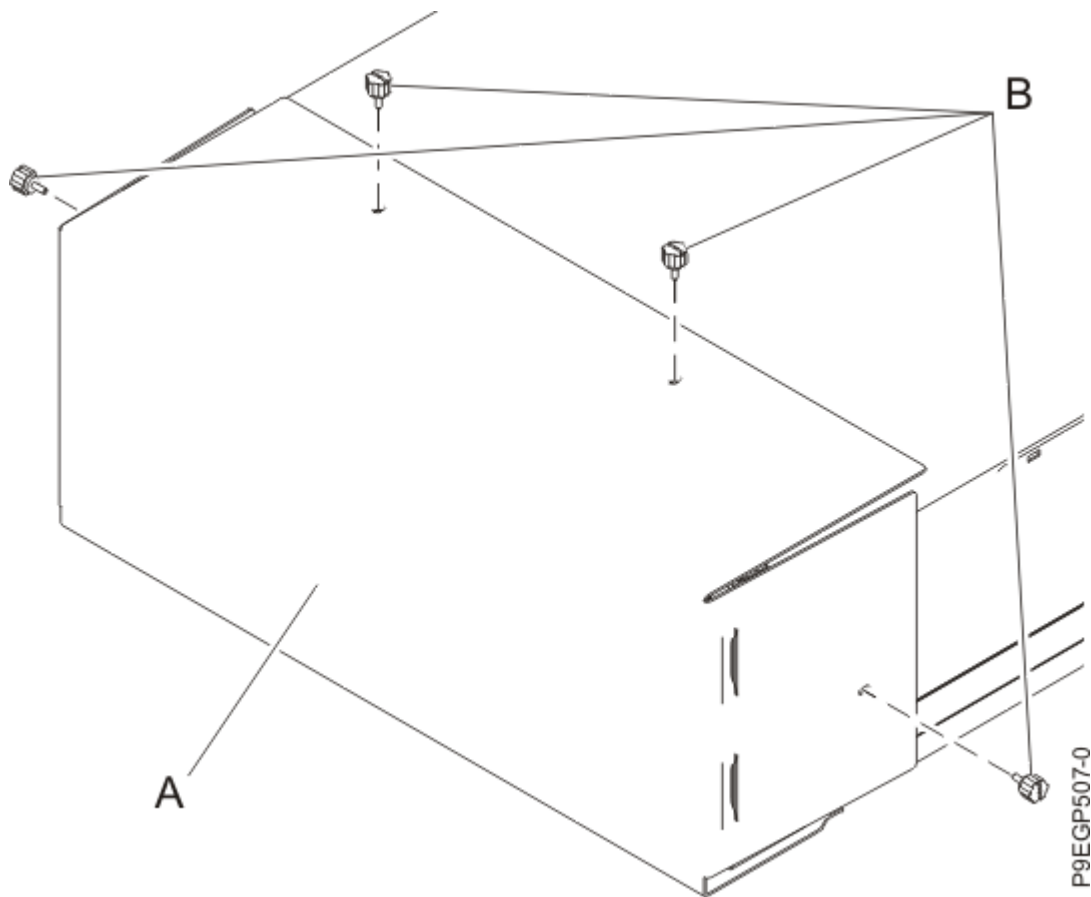

Figure 7. Retrait du capot de transport
2. Retirez les quatre vis moletées **(B)** qui permettent de fixer le capot de transport **(A)** à l'arrière du tiroir, comme illustré dans la Figure 7, à la page 12. Retirez le capot de transport.